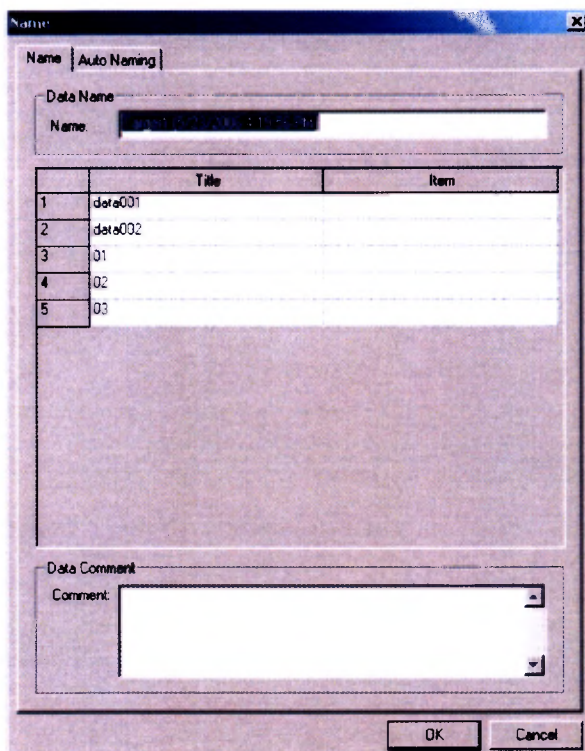

Рисунок 11
8.4.1.5 Нажать на пиктограмму «Measure Sample». В появившемся окне присвоить название текущему измерению (см. рисунок 11).